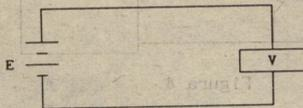

Figura 3
a) Realice la conexi3n de la figura 3.